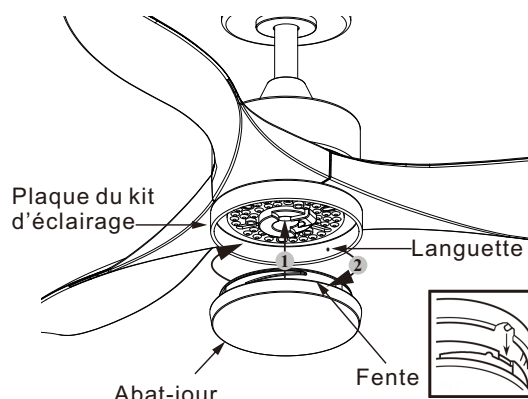

Figure 19
**Étape 4 :** Installer l'abat-jour contre la plaque du kit d'éclairage, puis le fixer au ventilateur en le tournant dans le sens horaire jusqu'à résistance modérée (**NE PAS SERRER EXCESSIVEMENT**). (Voir fig. 19)